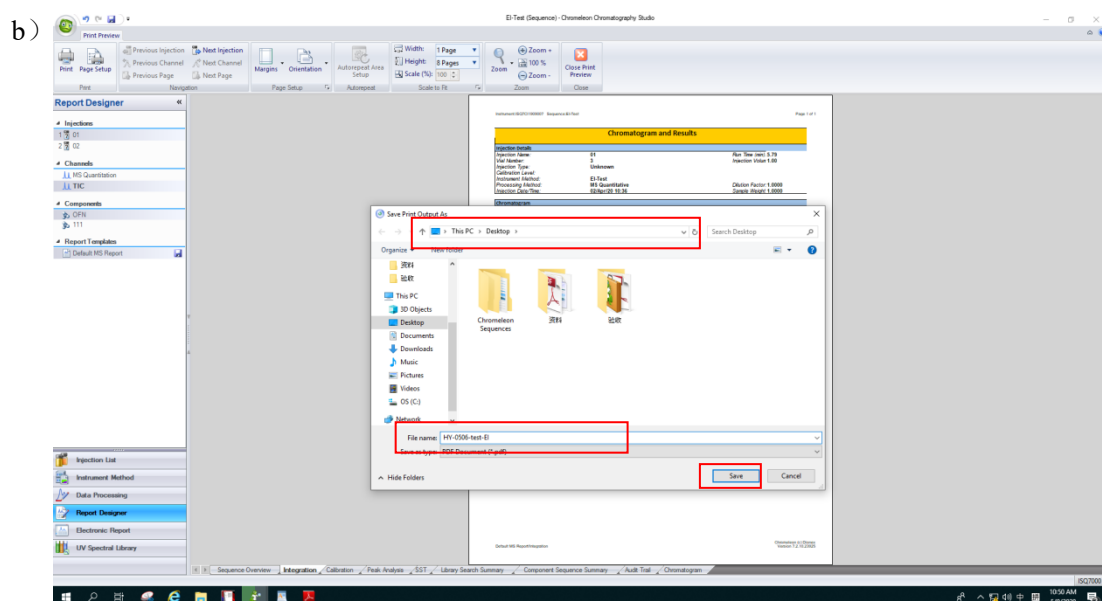

图5.4 输出报告
6.6.4. 输出报告：如图5.4（a）在打印预览界面点击Print打印。首先选择打印整个序列或指定某一针，然后Printer选项选择Microsoft Print to PDF，最后选择需要打印的内容，如总览Overview/积分/标准曲线等页面。当打印序列时，可选择打印序列的部分内容，比如标准品、QC、未知样品等。
设置好以后点击OK，弹出图5.4（b），对报告进行命名和存储，然后将在相应的路径生成对应的PDF报告。